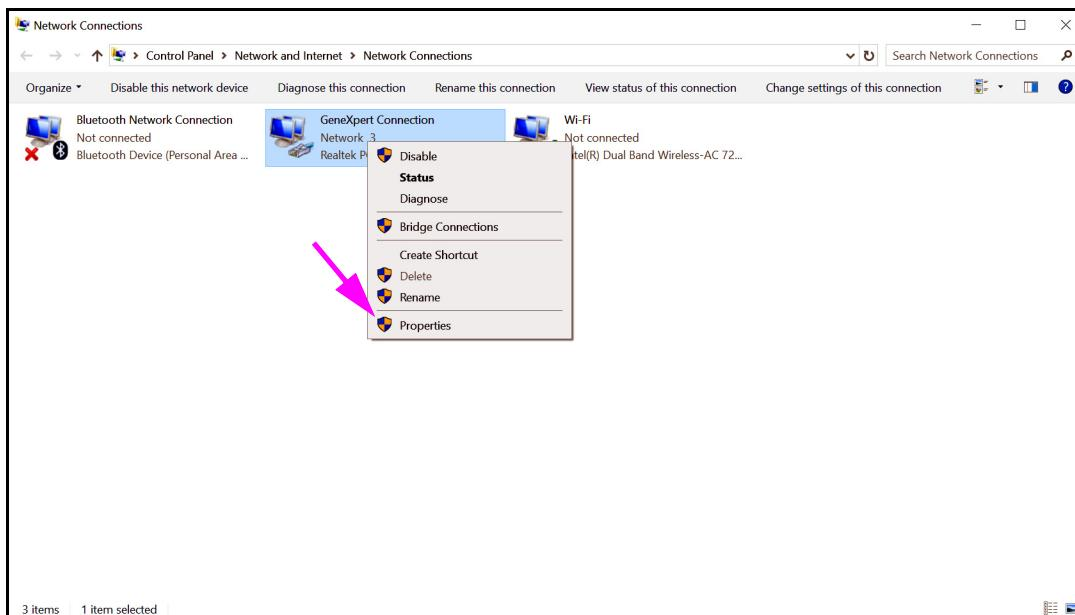

Figura 2-47. Ecrā Network Connections (Ligações de rede) com ecrā pendente
6. Clique com o botão direito na entrada **GeneXpert Connection (Ligaçāo do GeneXpert)**. Aparece um menu pendente. Consulte a figura 2-47.